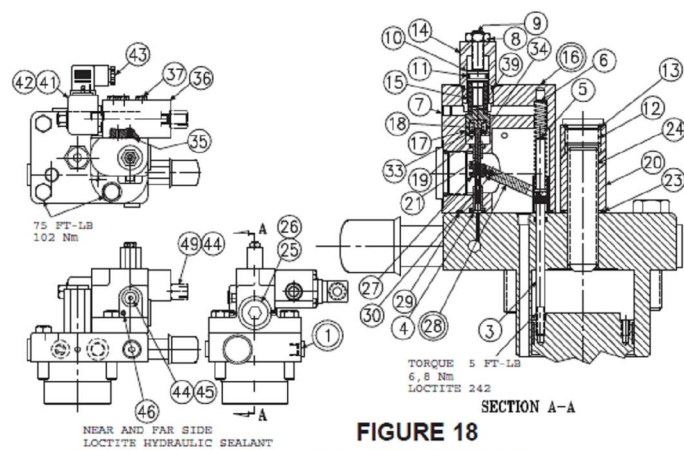

Figure 18	Рисунок 18
1. **Смотри Рисунок 18.** Выкрутите 3 винта (37), фиксирующих блок (36) к корпусу (16).
2. Выкрутите 2 винта, фиксирующих блок (16) к крышке в сборе (1).
3. Снимите все детали с корпуса (16), кроме штифта (30) и рычага в сборе (28). Не обязательно перемещать все эти детали во избежание поломок или износа. Проверьте все детали на износ или повреждение.
4. Переместите винт (3). Проверьте его головку на чрезмерный износ, а корпус на гладкую поверхность с уплотнительным кольцом.
2. Установите золотник (4) в отверстие, как показано. Установите пружину (8) над концом золотника.
3. Установите уплотнительное кольцо (13) на пружину стопорного кольца (12). Поместите стопорное кольцо (12), винт (14) и гайку (15) в пробку (3).
4. Установите уплотнительное кольцо (7) и (16) на пробку (12). Поместите пробку (3) и (9) на корпус (1). Установите наконечник (20) и разъемы (10). Разъемы момента затяжки. Поместите уплотнительное кольцо (5) в крышку.
5. Поворачивайте винт (14) до тех пор, пока держатель пружины (12) не начнет контактировать с пружинной (8). Поверните на 1 – ½ дополнительных оборота и зафиксируйте в этой позиции.
8. **Смотри Рисунок 18.** Используйте Loctite 242 на резьбе винтов (3), смажьте резьбовую головку, проденьте через крышку в распределительный поршень и закрутите на 5 футо-фунтов, 6, 78 Нм.
9. Установите на минимум стопорный винт (24) и поверните по часовой стрелке, чтобы запустить насос на полный ход. Измерьте высоту от регулирующей крышки до верхней части винта (3). С распределительным поршнем, работающим на полном ходу, размеры должны соответствовать 45 +/- 0,3, 11,4 +/- 0,76 мм. Отвинтите минимальный стопорный винт (24), чтобы не было контакта с распределительным поршнем.
10. Вдавите штифт (30) в корпус (16), через отверстие (28), до ¼, 6,35 мм ниже поверхности. Используйте Loctite ,гидравлический герметизирующий материал для резьбы винтов, (40) и установите над штифтом (30).
11. Вдавите золотник (21) в стопорное кольцо (19). Внимание: не используйте чрезмерную силу. Положите золотник/ стопорное кольцо в сборе в золотник (17) с пружинной (18) и шайбой (34). Закрепить стопорным кольцом (33).
12. Тогда как муфта ввинчена в установочный штифт на соединении (28), сделайте перемещение вверх золотника в сборе в отверстие корпуса (16), и через муфту (27). Золотник (21) должен свободно и легко передвигаться во всех позициях соединения (28).
13. Установите пропорциональный клапан (41) в блок. Затяните до 20 футо-фунтов, 27 Нм.